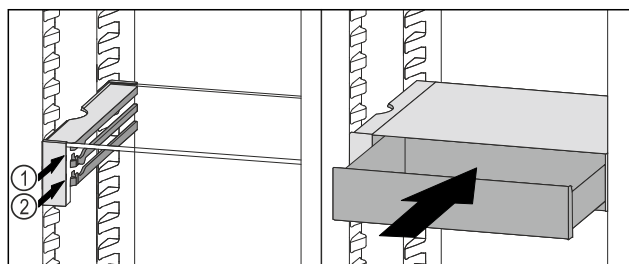

Fig. 95
- VarioSafe-lade achter de stoppers op de gewenste rib Fig. 95 (1) of Fig. 95 (2) plaatsen.